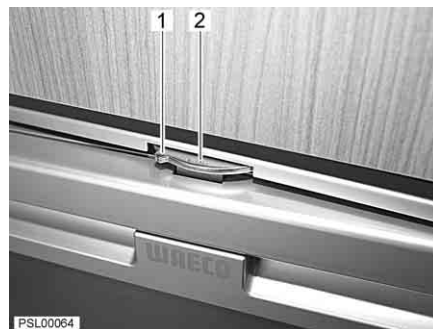

Fig. 74 Porta del frigorifero in posizione di ricircolo d'aria
- Ruotare il bloccaggio inferiore e quello superiore (Fig. 74,1) verso sinistra fino alla battuta, in modo che l'arresto ingrani. La scritta "VENT" (Fig. 74,2) è visibile. La porta del frigorifero rimane ferma in posizione socchiusa.